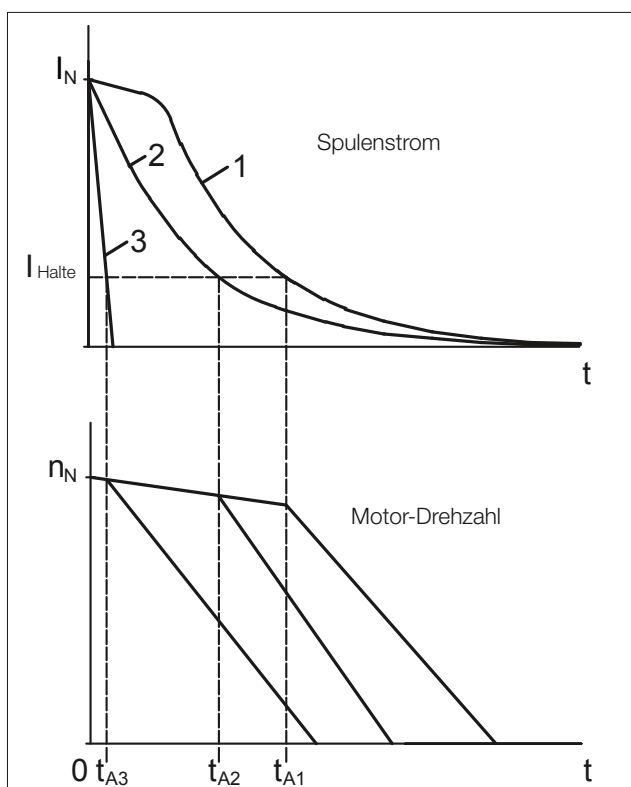

Bild 4: Prinzipieller Verlauf des Spulenstroms und der Motor-drehzahl nach wechsel- (1, 2) und gleichstromseitiger (3) Abschaltung
- a) Speisung des Gleichrichters vom Motorklemmenbrett (Bild 4, Kurve 1)
- b) Separate Speisung des Gleichrichters (Bild 4, Kurve 2)
### Unterbrechung des DC-Stromkreises der Magnetspule (Bild 4, Kurve 3)